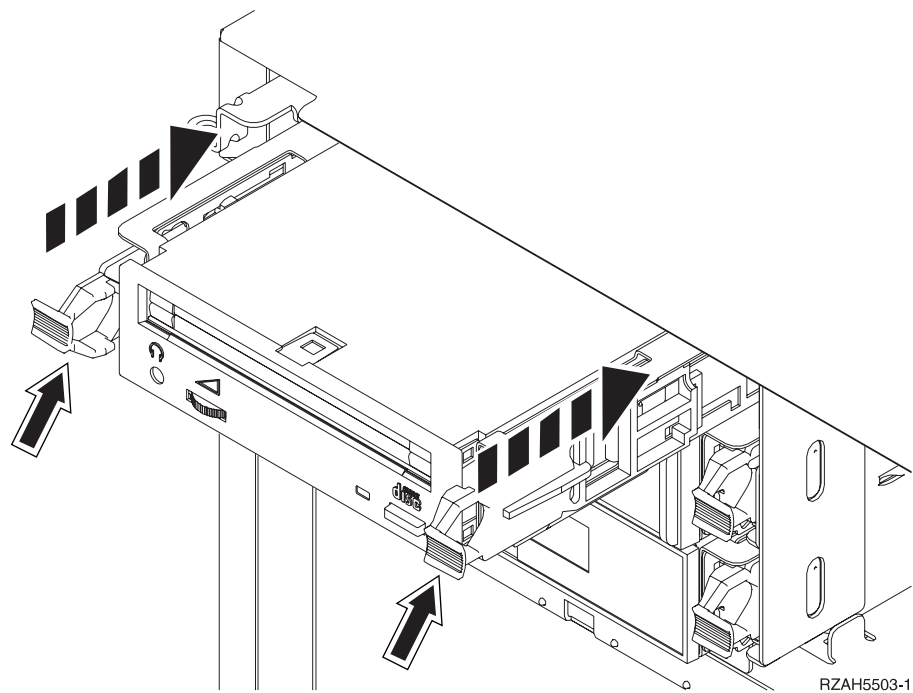

図 43. 取り外し可能媒体の設置
- __ 15. 図43を参照し、取り外し可能媒体装置アセンブリーを、既存の装置の次に使用可能なスロットに位置合わせします。